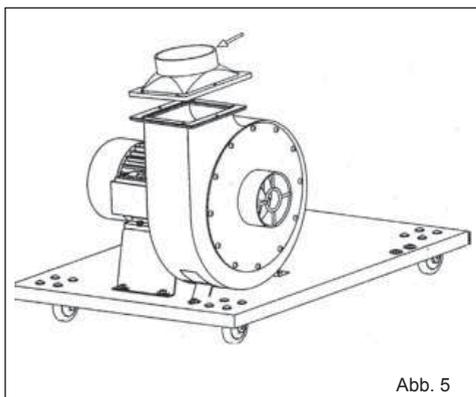

Abb. 5
- Die Einheit Motor mit der Trommel für die Aufnahme der Beutel fluchten. Die Dichtung zwischen die zwei zusammenzubauenden Teile einsetzen; die entsprechenden Schrauben, Unterlegscheiben und Muttern verwenden (**Abb. 5**).